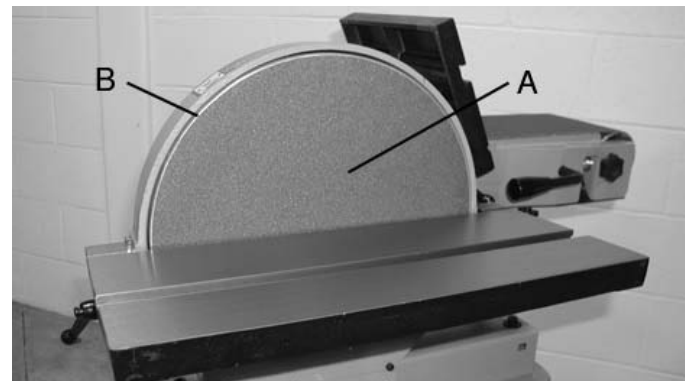

FIGURE 9
1. Le disque abrasif (A- Fig.9) n'a pas été appliqué sur le disque d'aluminium (B) avant l'expédition.